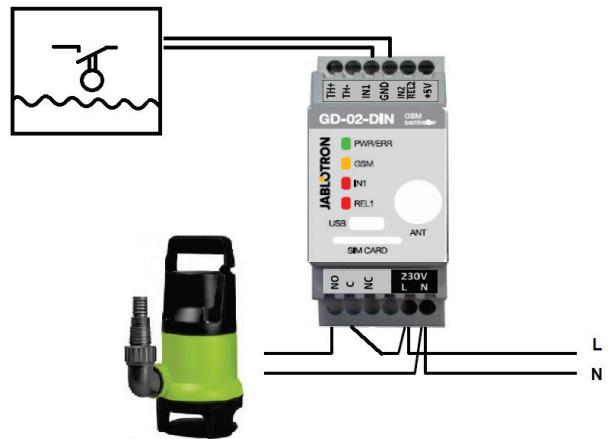

Figure 3: Surveillance du niveau d'eau maximal dans un réservoir avec une vidange automatique de l'eau en utilisant une pompe à eau.
- Ce diagramme montre la connexion du capteur de niveau aux entrées IN1 et GND. La sortie d'alimentation REL1 commute le 230 V pour alimenter la pompe à eau, voir la figure 3.